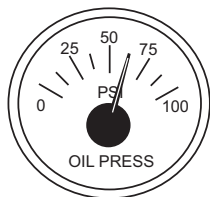

Figure 51. Jauge de pression d'huile
9. La **jauge de pression d'huile moteur** (Figure 51) indique la pression d'huile du moteur. Dans des conditions normales de fonctionnement, la pression d'huile doit être d'environ 345 kPa (50 lb/pi²). Au démarrage du générateur, la pression d'huile peut être un peu plus élevée, mais après que le moteur se soit réchauffé, la pression d'huile devrait revenir dans la plage de pression correcte.